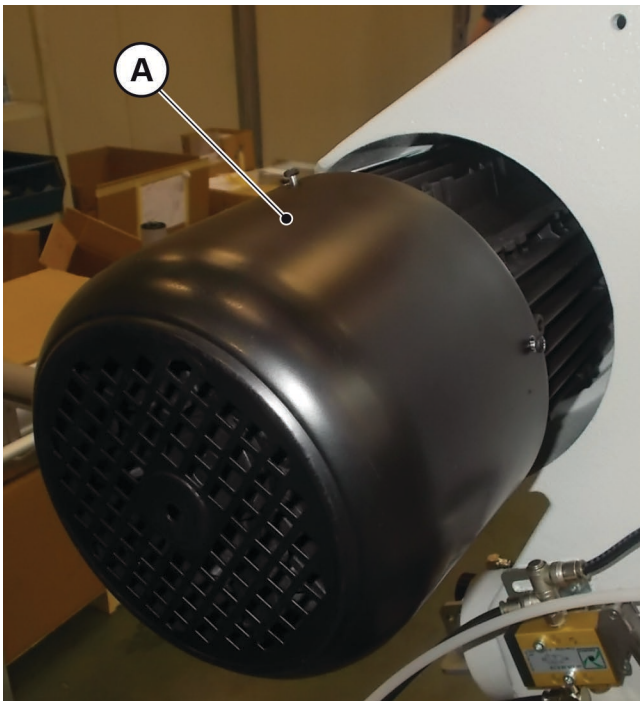

Abb. 09-04
- 1 Die Kappe des Motors „**A**“ (**Abb. 09-04**) abmontieren, indem die Befestigungsschrauben gelöst werden.